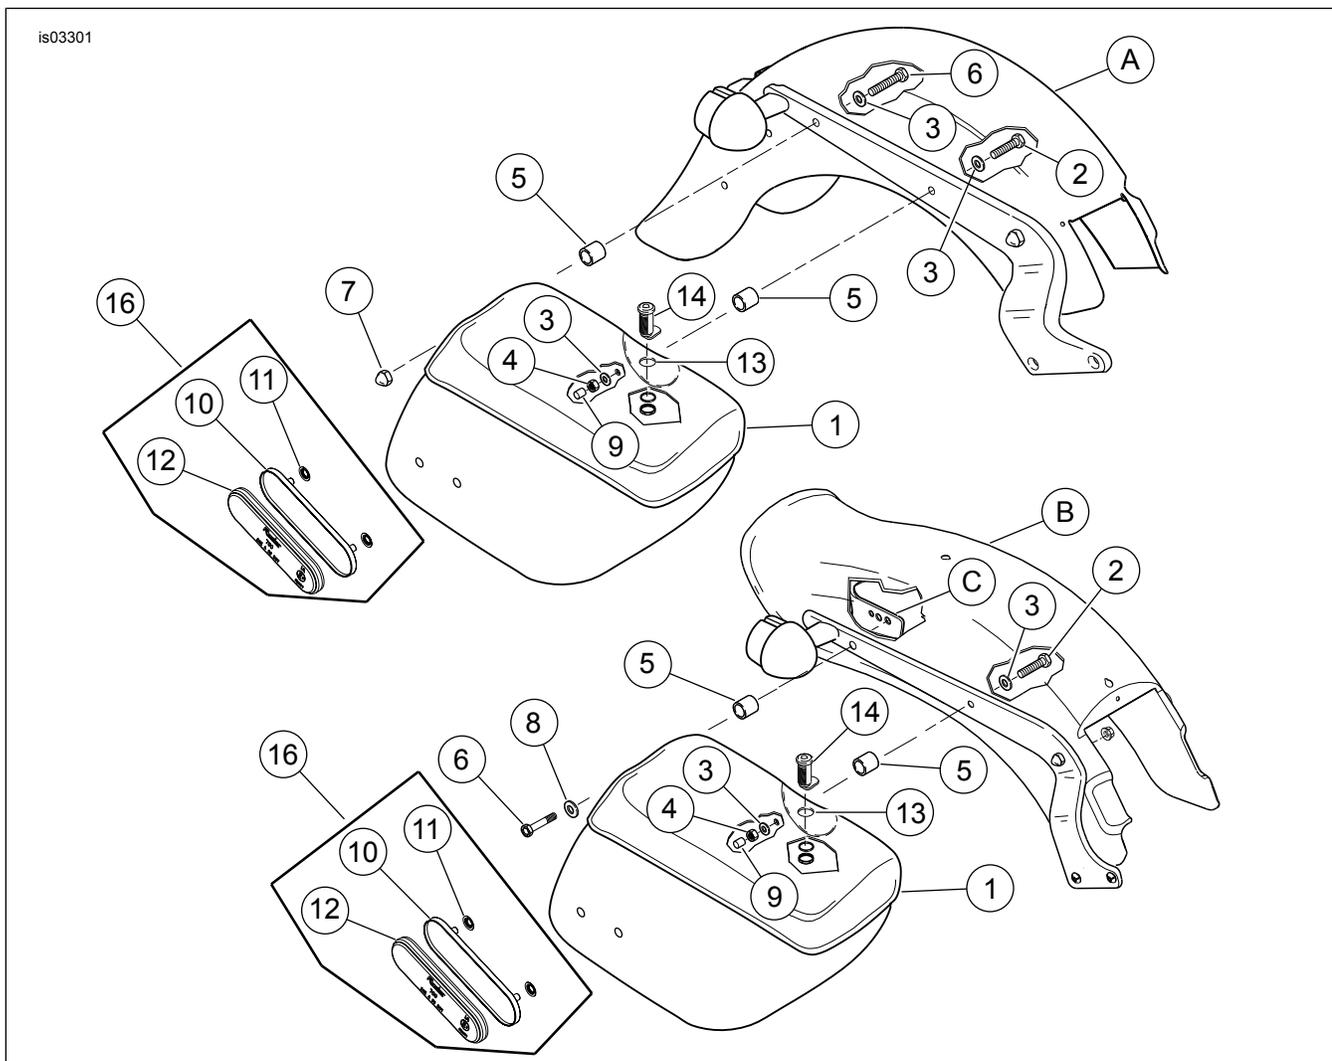
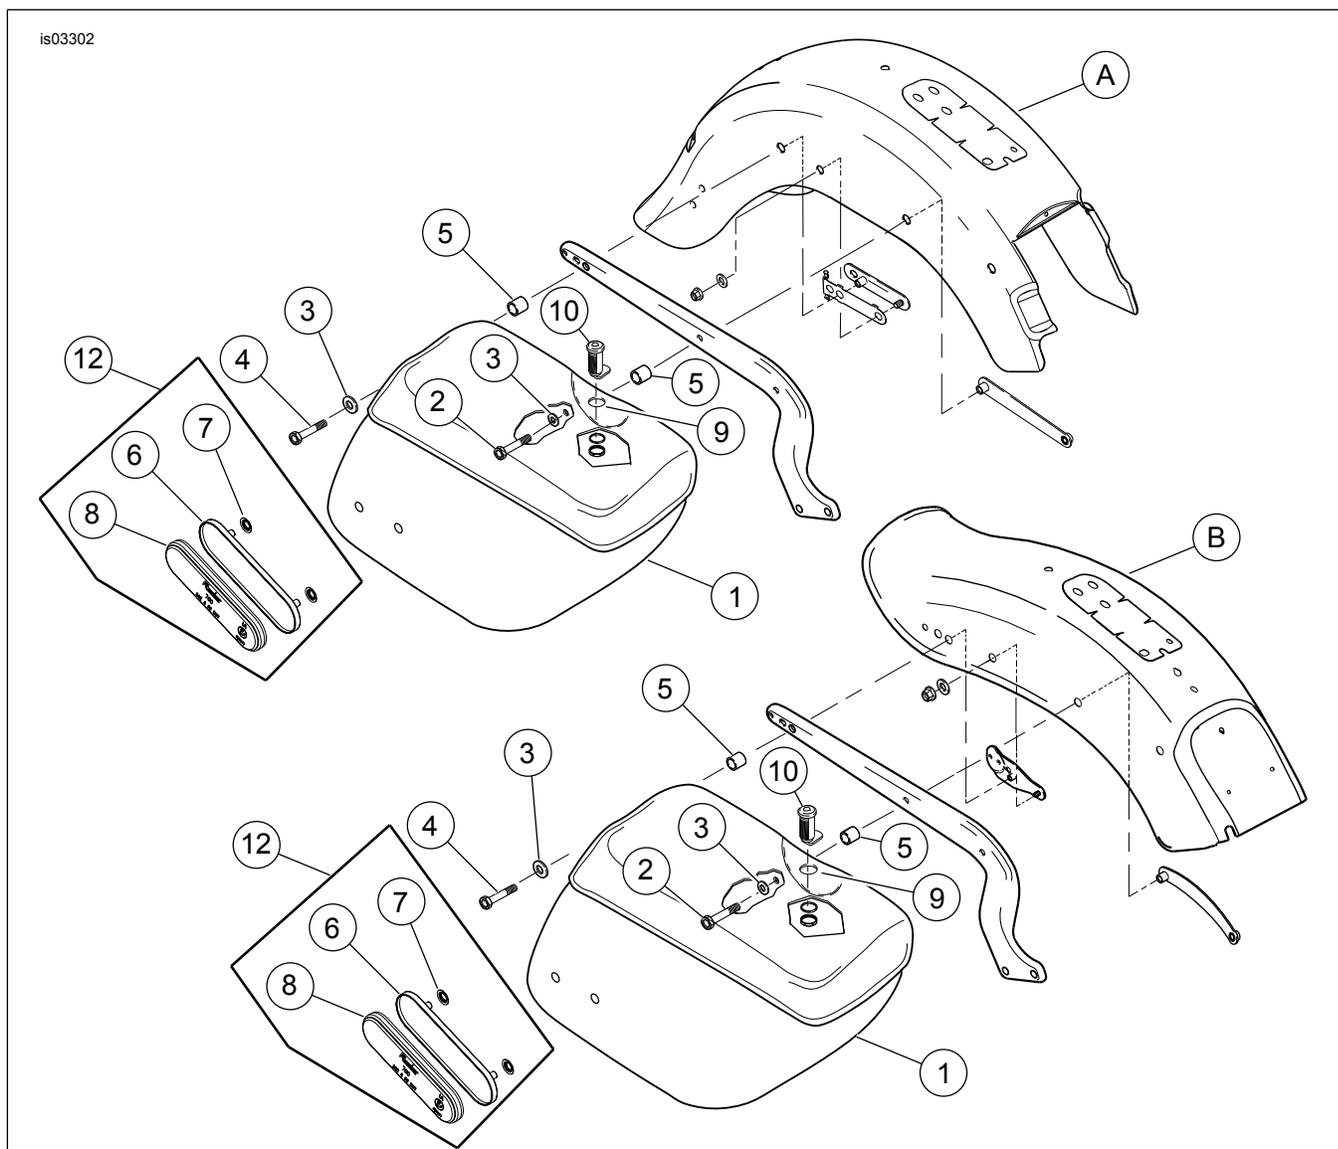

Figura 5. Peças de reposição: kit de alforje Softail (instalação mostrada – modelos FXST e FLST anos 2000 a 2002)
Figura 6. Peças de reposição: kit de alforje Softail (instalação mostrada – modelos FXST e FLST ano 2003 e posteriores)
2. Veja a Figura 5. Fixe a parte dianteira do alforje (1) no pára-lama como segue:
- a. *Sem o kit de espaçadores:* Use o parafuso (2), a arruela (3) e a porca (4). Aperte com a mão para manter no lugar.
- b. *Com o kit de espaçadores:* Use o parafuso (2), a arruela (3), a porca (4) e o espaçador (5). Aperte com a mão para manter no lugar.
3. Fixe a parte traseira do alforje (1) no pára-lama como segue: **Modelos FLST: Modelos FXST:**
- a. *Sem o kit de espaçadores:* Use o parafuso (6), a arruela (3) e a porca cega (7). Aperte com a mão para manter no lugar.
- b. *Com o kit de espaçadores:* Use o parafuso (6), a arruela (3), a porca cega (7) e o espaçador (5). Aperte com a mão para manter no lugar.
- c. *Sem o kit de espaçadores:* Use o parafuso (6) e a arruela (8). O parafuso passa pelo inserto no suporte da placa de identificação (A). Aperte com a mão para manter no lugar.
- d. *Com o kit de espaçadores:* Use o parafuso (6), a arruela (8) e o espaçador (5). Aperte com a mão para manter no lugar.
5. Veja a Figura 5. Deslize o protetor de rosca (9) sobre a extremidade do parafuso (2) dianteiro.
2. *Sem o kit de espaçadores:* Veja a Figura 6. Instale as partes dianteira e traseira do alforje com o parafuso (2, 4) e a arruela (3). Aperte com a mão para manter no lugar. *Com o kit de espaçadores:* Instale as partes dianteira e traseira do alforje com o parafuso (2, 4), a arruela (3) e o espaçador (5). Aperte com a mão para manter no lugar.
1. Veja a Figura 5 e a Figura 6. Posicione o suporte do refletor no canto inferior direito do alforje.